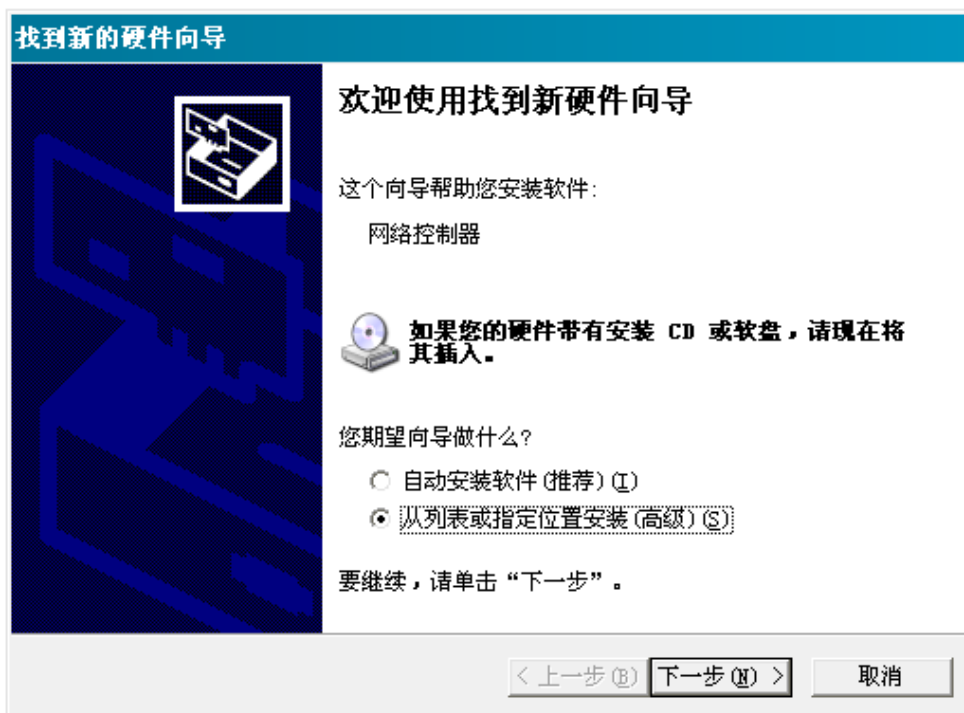
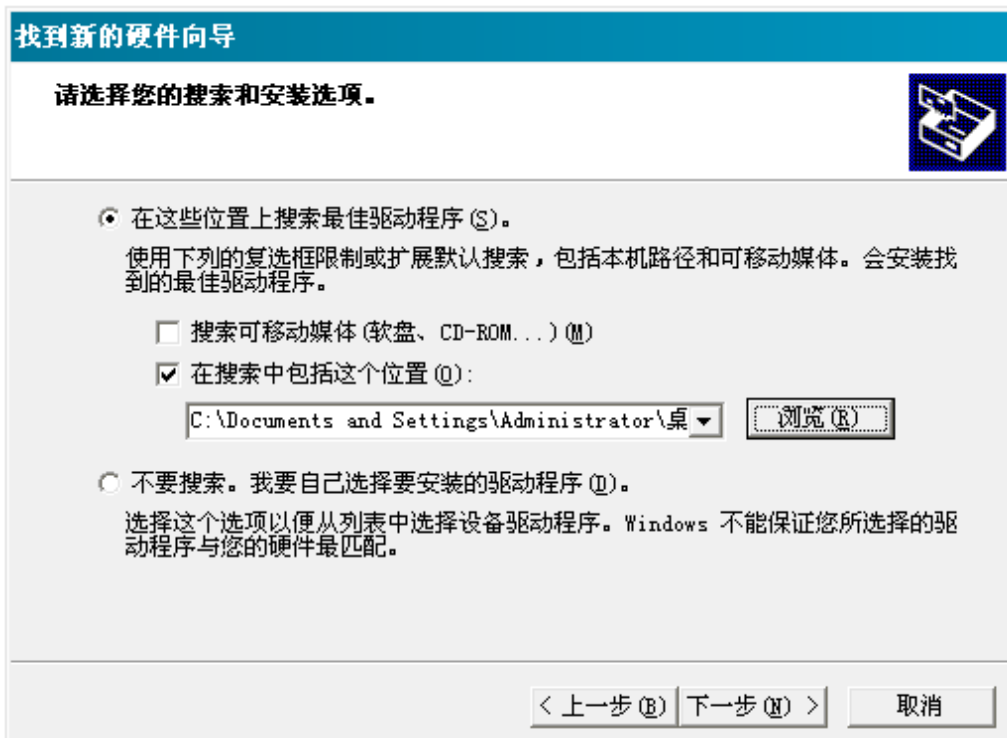

图 2
图 3
- 1、当 WC-382 扩展卡已经插入 PCI 槽，开启计算机，会弹出如图 2 所示的安装向导。选中“从列表或指定位置安装（高级）（S）”，点击“下一步”，弹出如图 3 所示。